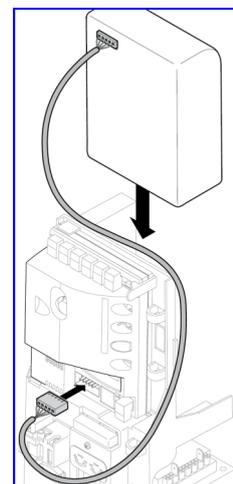

Fig 2
- 2) Insérer la batterie dans le logement prévu à l'arrière du moteur (**Fig 2**)
- 3) Connecter la batterie à la logique de commande (**Fig 2**)